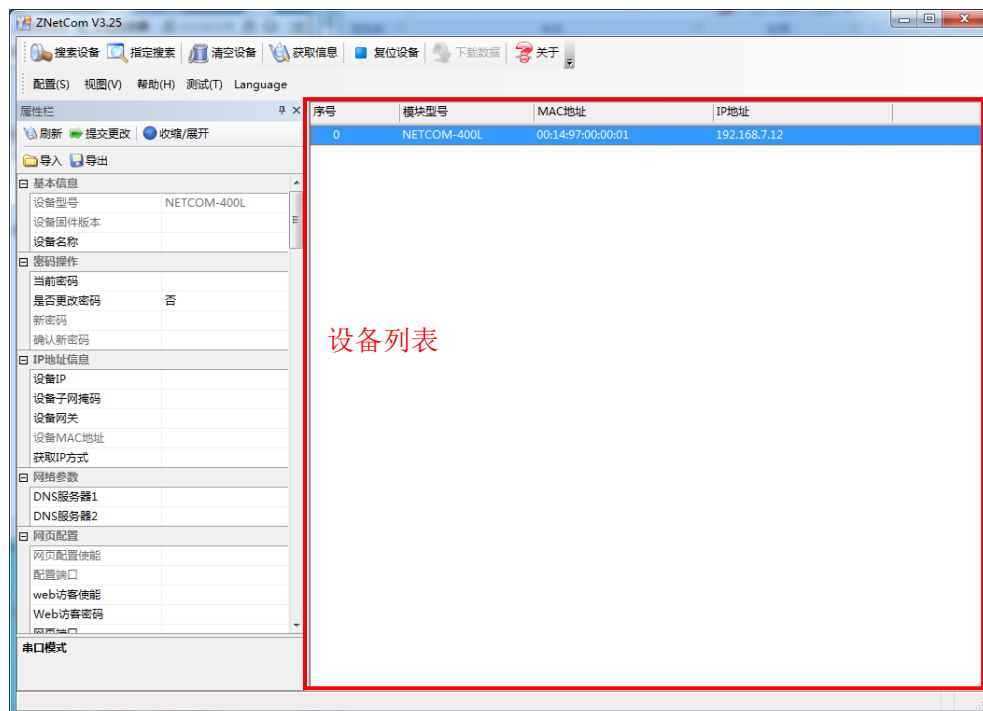

图 7.3 获取 NETCOM 设备配置属性
3. 搜索完成后，被搜索到的设备将出现在 ZNetCom 软件的设备列表中，如图 7.3 所示。